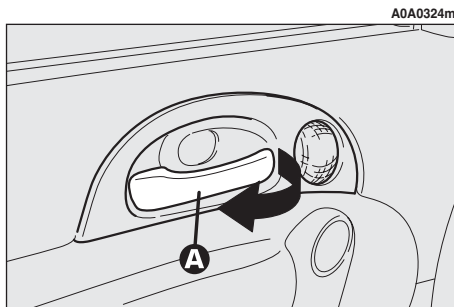

fig. 11
- Per aprire la porta, tirare la maniglia (**A**-fig. 11).